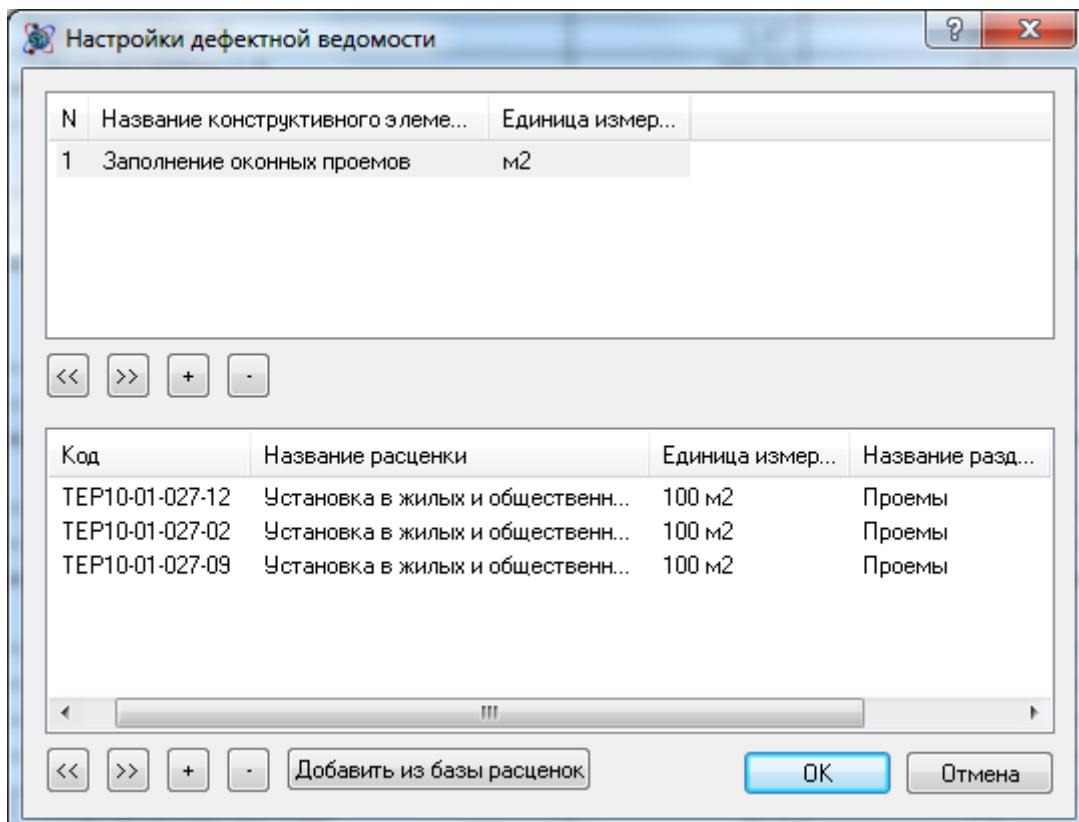

Рис. 4.86 Диалоговое окно Настройки дефектной ведомости
1. На вкладке **Справочники** выполнить команду **Комплексы работ дефектной ведомости**. Откроется диалоговое окно *Настойки дефектной ведомости* (рис. 4.86).